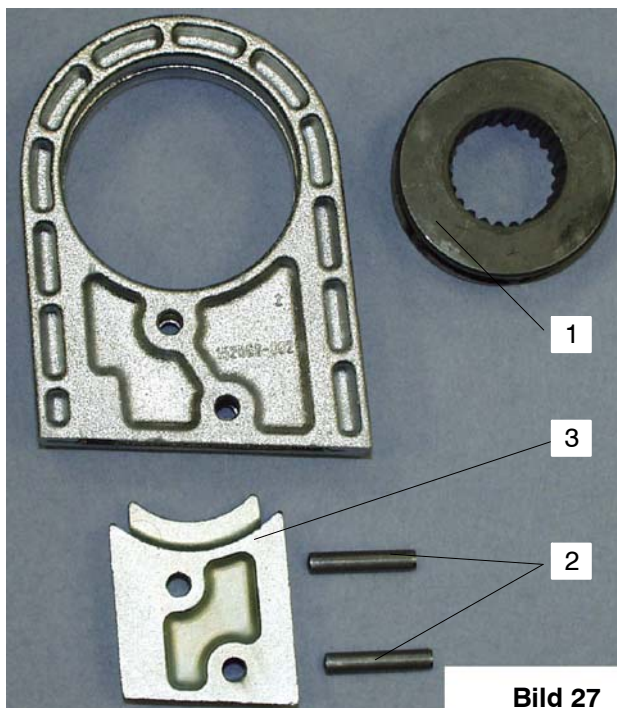

Bild 27
Zum Ausbau des Kettenrades (1, Bild 27) wird:
- der Zylinderstift (2, Bild 27) entfernt.
- der Einsatz mit Abstreifer (3, Bild 27) nach unten herausgezogen
- das Kettenrad (1, Bild 27) seitlich entnommen